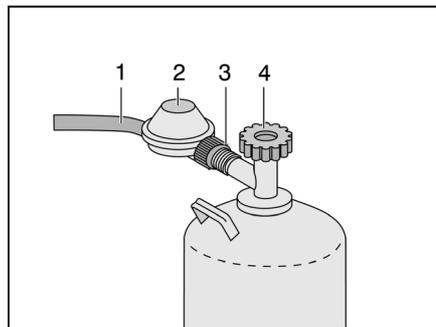

Bild 168 Anschluss Gasflasche
- Haupt-Absperrventil (Bild 168,4) an der Gasflasche schließen. Pfeilrichtung beachten.
- Gasdruckregler (Bild 168,2) festhalten und Rändelmutter (Bild 168,3) öffnen (Linksgewinde).
- Gasdruckregler mit Gasschlauch (Bild 168,1) von der Gasflasche abnehmen.
- Gasdruckregler (Bild 168,2) mit Gasschlauch (Bild 168,1) an die Gasflasche ansetzen und Rändelmutter (Bild 168,3) von Hand fest zudrehen (Linksgewinde).